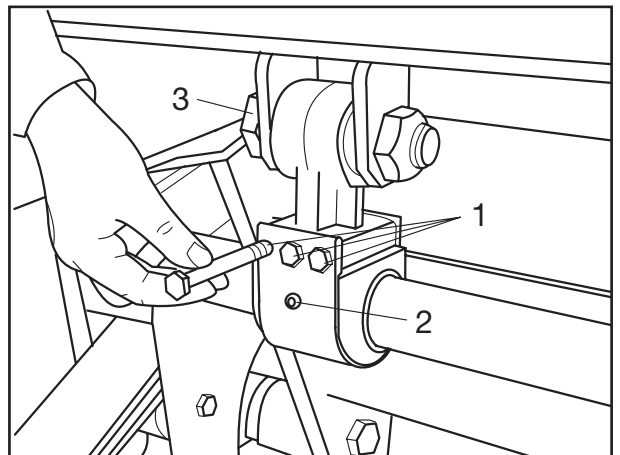

Fig. 9
- [15] Befestigungsschrauben (Fig. 9/1) des Formblechs einschieben, neue Sicherungsmuttern aufschrauben und mit dem vorgeschriebenen Anziehdrehmoment von 53 Nm festziehen.
- [16] Lagerung durch den Schmiernippel (Fig. 9/2) mit BPW Spezial-Langzeitfett ECO-Li 91 abschmieren.
- [17] Sicherungsmuttern der Sechskantschrauben (Fig. 9/3 und 5/1) mit dem vorgeschriebenen Anziehdrehmoment von 700 - 750 Nm anziehen.
[15] Insert securing bolts (Fig. 9/1) of the shaped plate, screw on new locking nuts and tighten to the specified torque of 53 Nm.
[15] Faire entrer les vis de fixation (fig. 9/1) de la tôle profilée, visser les écrous de sûreté neufs et les serrer au couple de serrage prescrit de 53 Nm.
[16] Lubrifier le palier à l'aide du graisseur (fig. 9/2) avec graisse spéciale BPW longue durée ECO-Li 91.
[17] Tighten the lock nuts of the hexagon bolts (Figs. 9/3 and 5/1) to the specified torque of 700 - 750 Nm.
[17] Serrer les écrous de sûreté des vis à tête à six pans (fig. 9/3 et 5/1) au couple de serrage prescrit de 700 - 750 Nm.